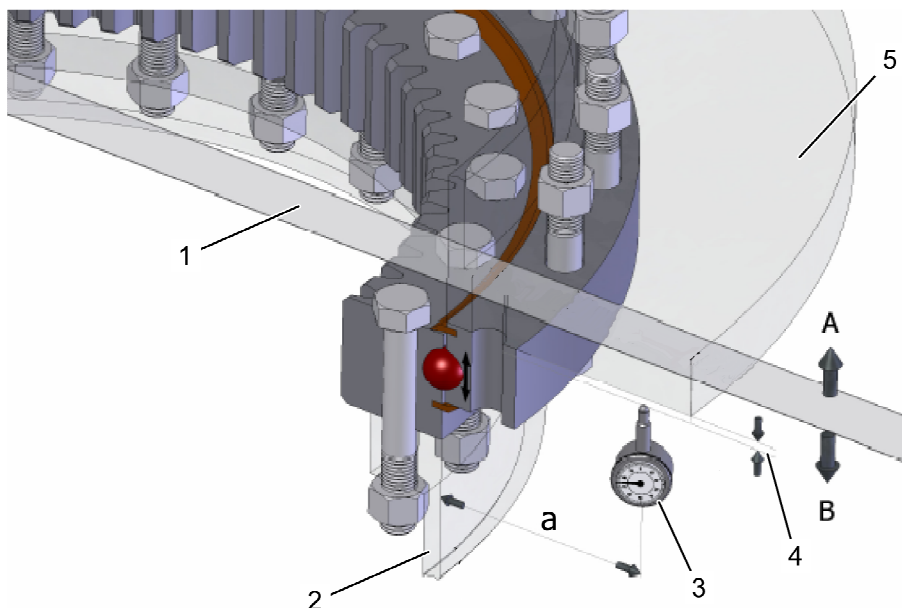

Fig. 26. Disposición de medidas en el juego de lado
3. Fije el reloj de medir como se muestra en Fig. 26.